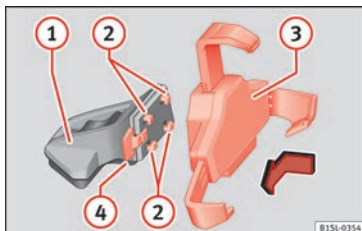

Fig. 134 Assembler le support universel et le bras de fixation.
- Maintenez le support universel » fig. 134 3 et appuyez sur la touche de déverrouillage » fig. 134 4.
- Introduisez le support universel » fig. 134 3 dans les encastresments 2 du bras de support 1.
- Déplacez le support universel latéralement en direction du blocage 4 jusqu'à entendre un clic » fig. 134 4.